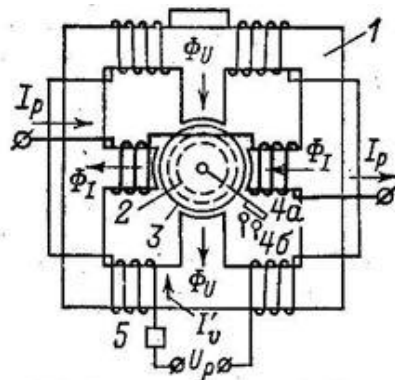

Рис. 4. Электромеханическое индукционное реле.
4. Назовите элемент 1, изображённый на рис. 4.
10. Назовите элемент 3, изображённый на рис. 4.